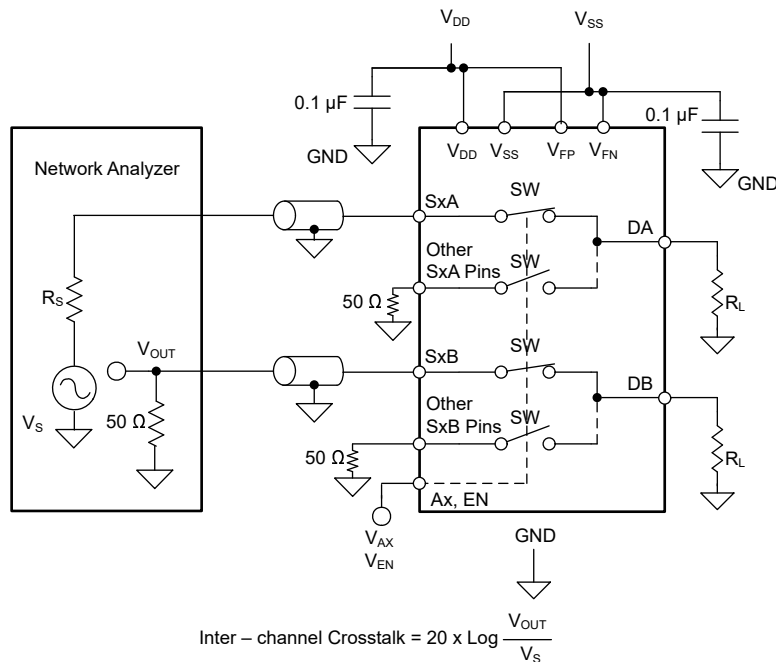

图 8-16. 通道间串扰测量设置
2. 通道间串扰 ( $X_{TALK(INTER)}$ )：图 8-16 展示了当信号施加在不同通道中导通开关输入的源极引脚时，导通开关输入的源极引脚 ( $S_x$ ) 上的电压。通道间串扰仅适用于 TMUX7349F 器件。